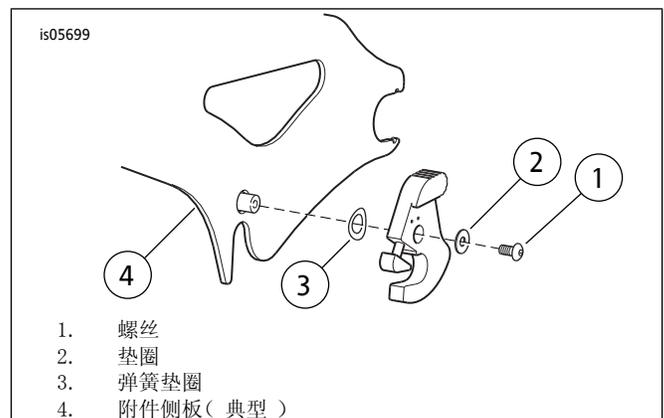

图2。拆下闩锁（显示的是外部右侧安装）
2. 参见图2。从更换的插销上拆下螺丝(1)和垫圈(2)。保存螺丝和垫圈以进行安装。